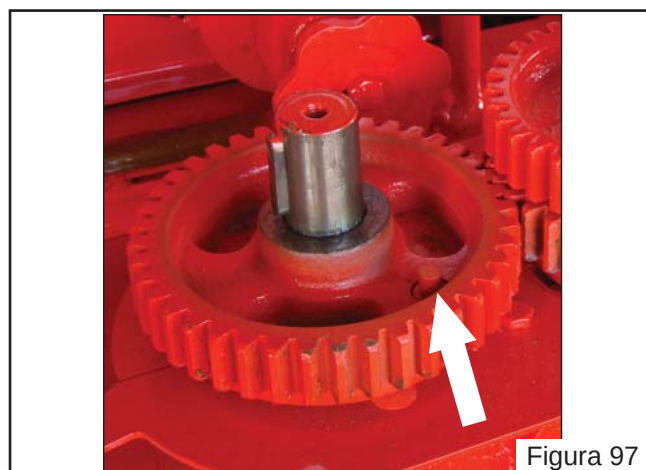

Figura 97
- Remova o pino fusível quebrado (Figura 97). Para isso movimente manualmente o eixo da engrenagem até que o pino rompido caia no furo da base da caixa de transmissão;